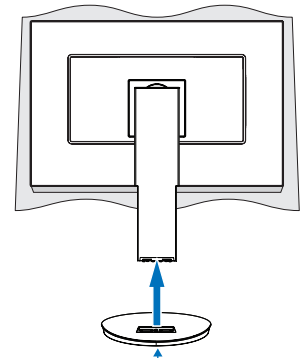

Figura 2
3. Attaccare la base al supporto, quindi stringere la vite sul fondo della base (**Figura 2**).